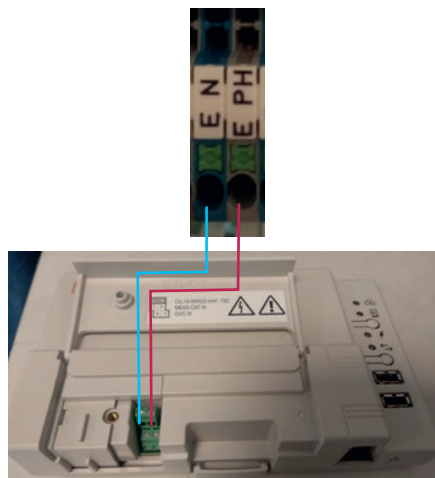

Figure 11: Câblage du boîtier ENPHASE aux borniers E N, PH1, PH2, PH3
- Câbler le boîtier ENPHASE avec le bornier E N et E PH (figure 11).